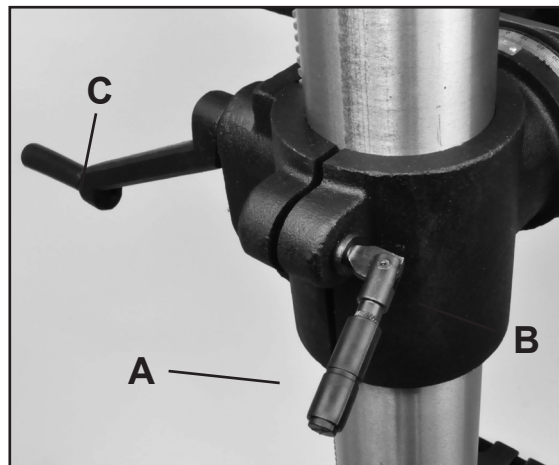

Figure 19
1. Desserrez la poignée de blocage de la colonne (Figure 19, A) sur le support de table (B).
2. Tournez la manivelle (C) pour monter ou descendre la table à la hauteur désirée.
3. Serrez la poignée de blocage de la colonne (A).